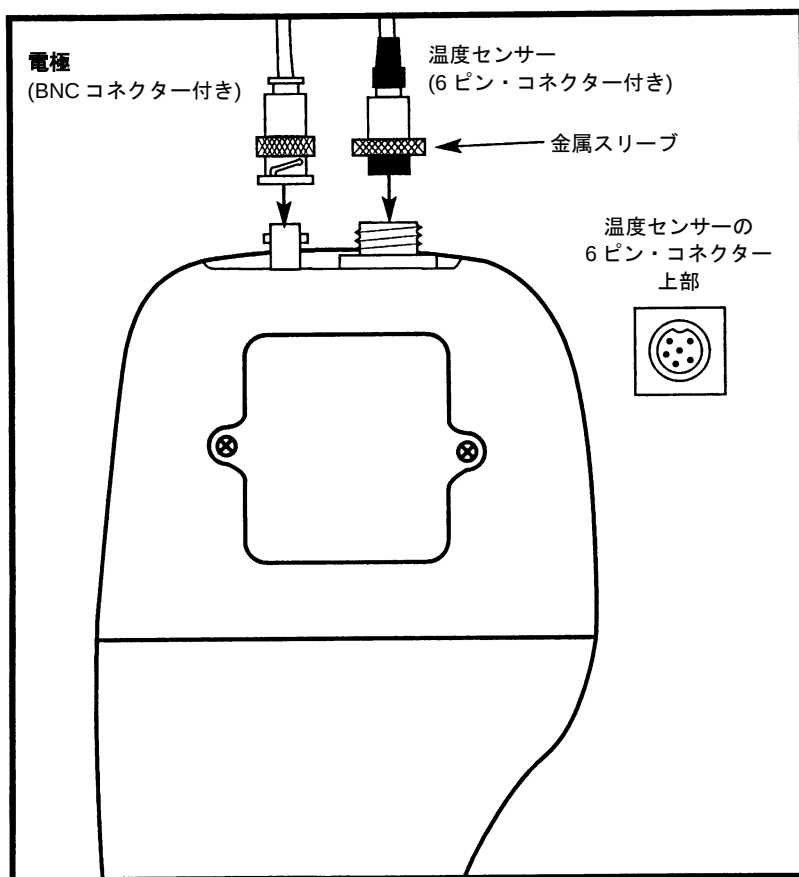

図 4 -pH 電極(BNC)および温度センサーの接続 (6 ピン・コネクター)
1. 計測器上のコネクタの穴とセンサーコネクタのノッチおよび 6 本のピンを一致させるようにしてください。コネクタを押し込み、コネクタをロックするために金属スリーブをねじ込んでください。図 4 を参照ください。